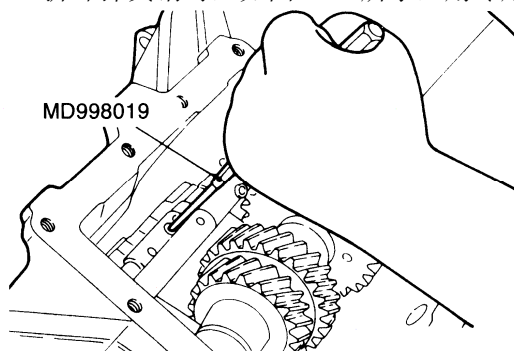

图 3-43 用专用工具拆卸弹簧销
(6) 拆卸弹簧销时，如图 3-43 所示，用专用工具拆卸弹簧销。